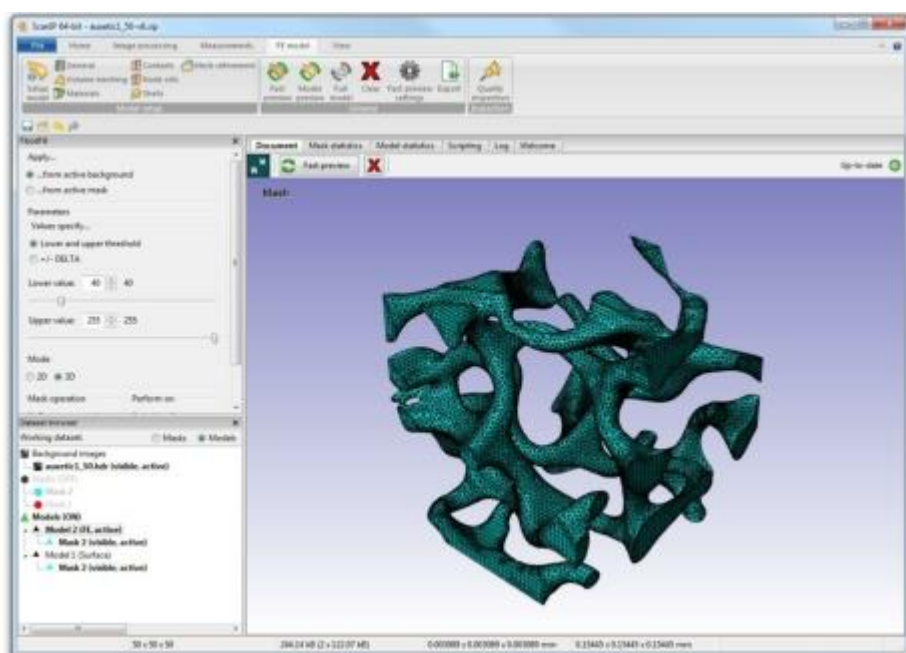

图 1-25 完成 FE 网格
- 在 FE model → General 选项卡中，点击 Full model ，来创建新的体网格。将出现 Meshing process 进度条，在完成计算之后，Scan IP 的体网格如图 1-25 所示。